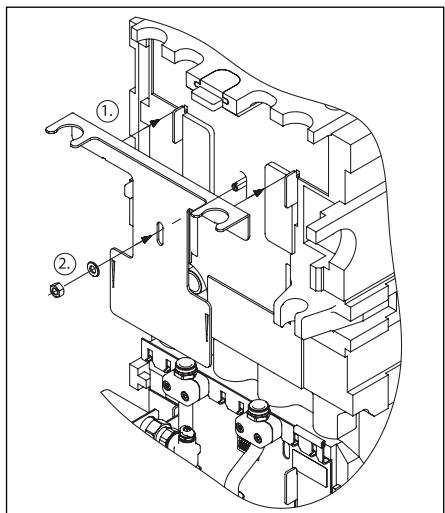

Fig. 17 Montage du dispositif de montage du groupe solaire
- Accrocher la tôle arrière au support de fixation (fig. 17 point 1) et la fixer à l'aide d'une rondelle et d'un contre-écrou (point 2).